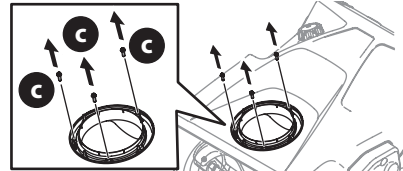

Figura 7
2. Extraiga los tornillos de arandela hexagonal (c) de la base del canal (Figura 7).